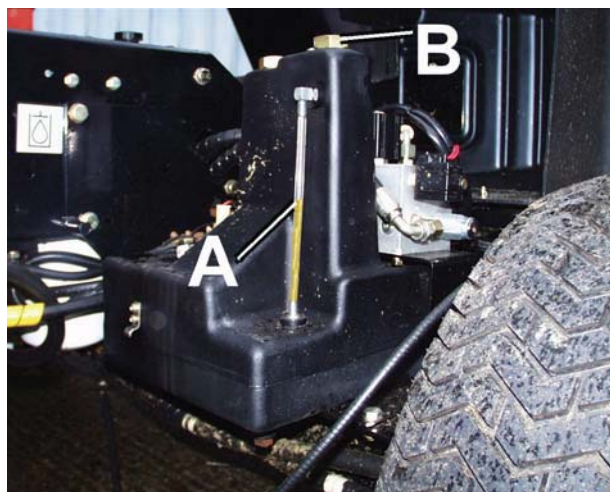

Fig.5
3. Volte a encher o reservatório com cerca de 38 litros de SAE 10W-30 Oil através de uma das tampas de latão. (B(Fig.5))